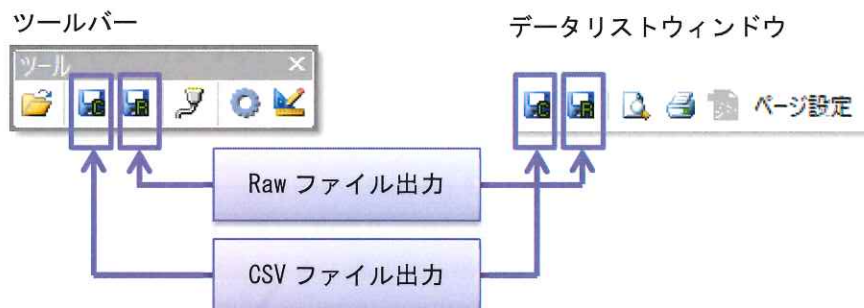

図 4.40 ファイル出力アイコン
- (1) ツールバーの[Raw ファイル出力]アイコンか[CSV ファイル出力]アイコン、または、データリストウィンドウの[Raw ファイル出力]アイコンか[CSV ファイル出力]アイコンをクリックします。(図 4.40)